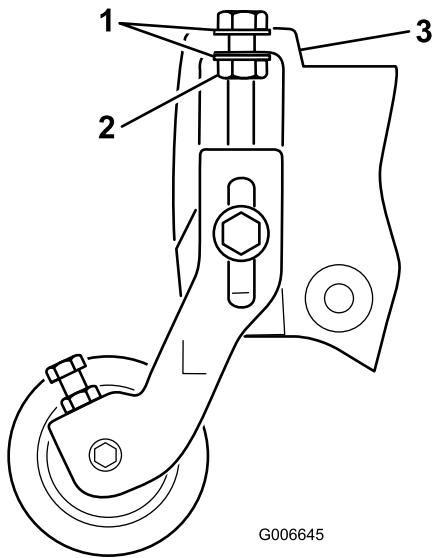

図5
注 刈高調整ボルトのワッシャが、フランジの左右に配置されること図5。
10. ワッシャがサイドプレートのフランジに接触するまで刈高調整ボルトを締め付け、そこから、ナットを1/2回転だけ戻す図5。